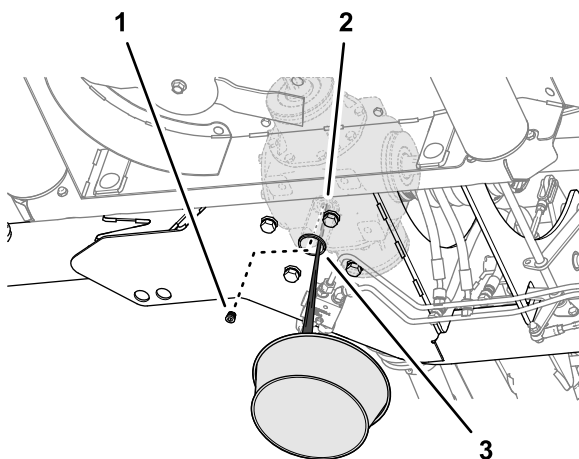

Figure 60
- En vous servant du trou d'accès sur la plaque de cadre inférieure de la tondeuse, placez un bac de vidange sous le trou (Figure 60).
2. Déposez le bouchon de vidange creux de l'orifice de vidange sur le boîtier d'engrenages central et vidangez tout le lubrifiant (Figure 60).